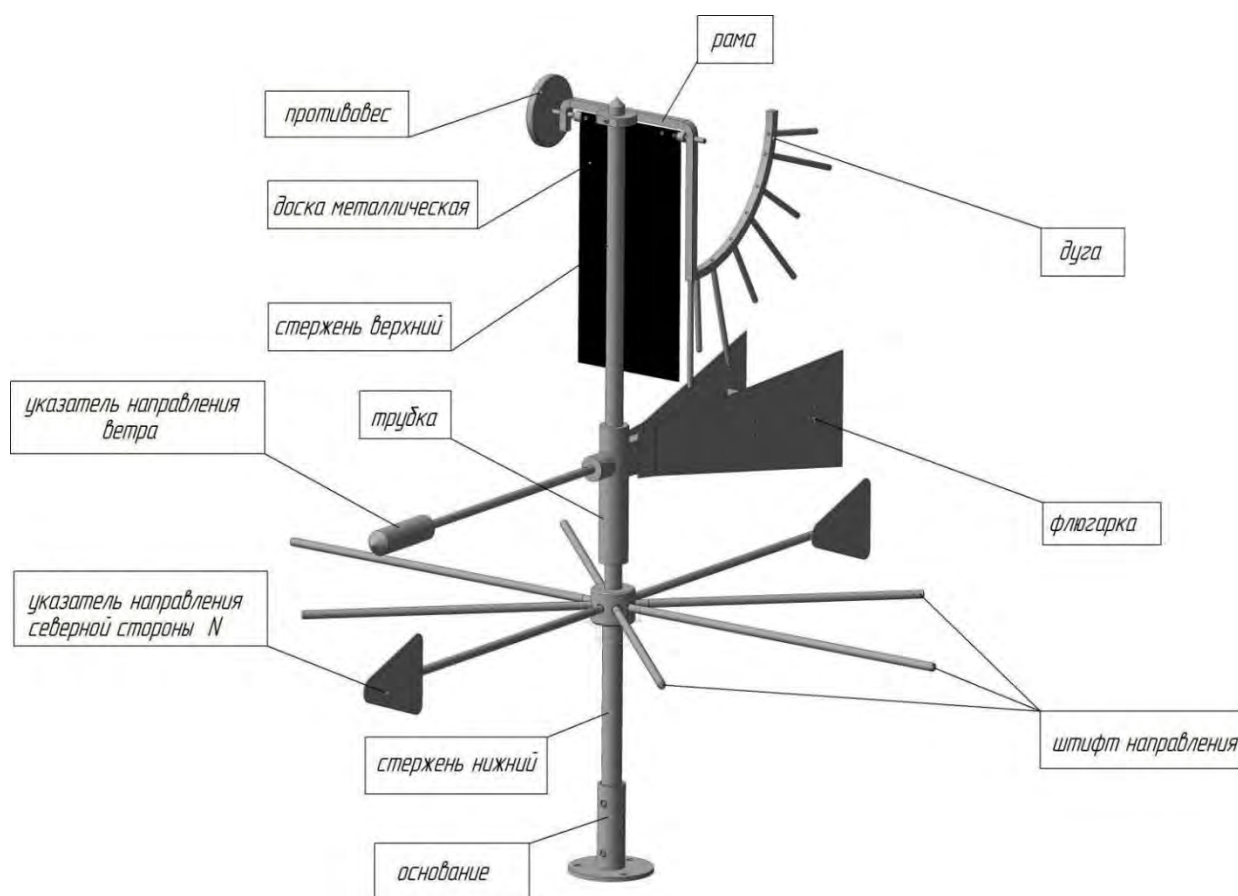

Рисунок 1 – Общий вид флюгера ФВЛ (ФВТ)
Принцип работы флюгера основан на определении силы давления воздушного потока на поверхность доски, расположенной перпендикулярно или под некоторым углом к ветровому потоку. Положение доски, отклоненной на некоторый угол под воздействием силы ветра, определяется по штифтам дуги, укрепленной рядом с доской (рисунок 1).
6.1 Флюгер состоит из неподвижного основания (нижнего стержня), с установленными на нем штифтами – указателями направления скорости ветра (рисунок 1), и надетой на него подвижной части в виде трубки, на которой установлены флюгарка и указатель скорости ветра.